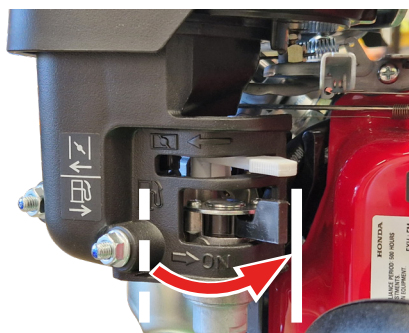

Fig. 7C - Leva del carburante aperta.
3. Impostare la leva del carburante in posizione *aperta* (Fig. 7C).